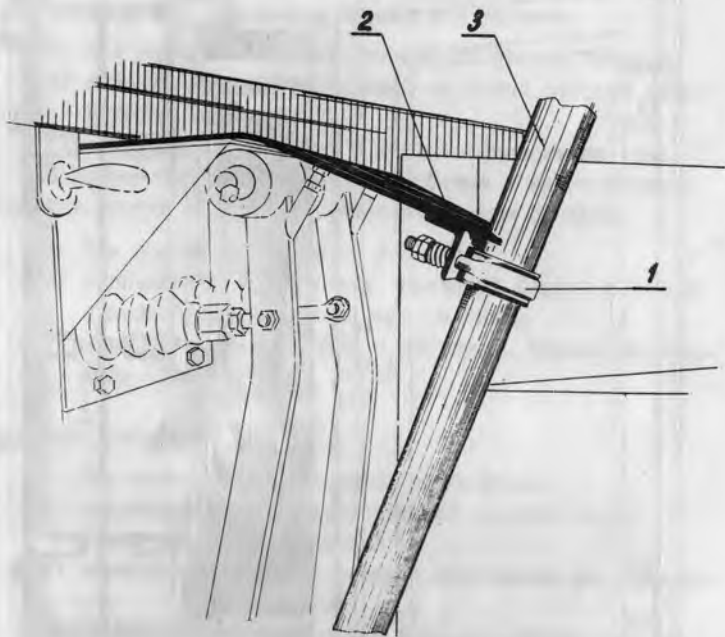

Рис. 4
7. Следует уделять особое внимание на то, чтобы рулевая колонка не находилась под напряжением. Болты крепления кронштейна рулевого механизма должны быть затянуты до отказа. Рулевая колонка (см. рис. 4 пов. 3) должна быть закреплена в гнездо усилителя (см. рис. 4 пов. 2) в положении, которое она принимает после затяжки болтов крепления нижнего
Кузов (см. рис. 4).